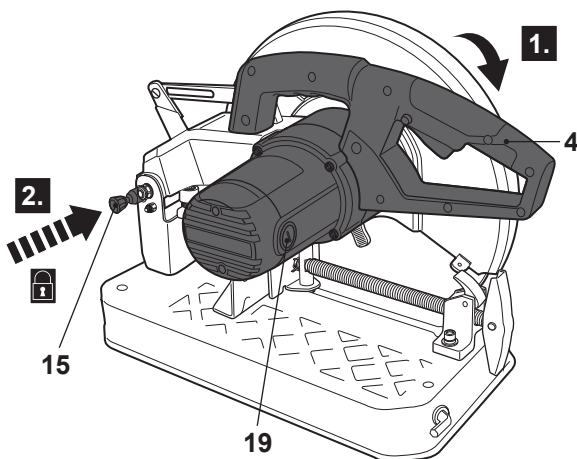

Fig. 1
- > Guie a unidade do motor (19) para baixo pressionando a pega de funcionamento para baixo.
- > Uma vez atingida a posição mais baixa, introduza o pino de desbloqueio (15) para bloquear a unidade do motor em posição (Fig. 1).
- > Certifique-se de que a unidade do motor (19) está bloqueada de forma adequada antes de libertar a pega de funcionamento (4).